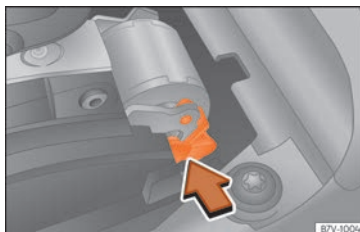

Fig. 242 Déverrouillage de secours du blocage du levier sélecteur.
- Poussez le levier de déverrouillage » » » **fig. 242** dans le sens de la flèche et maintenez-le dans cette position.